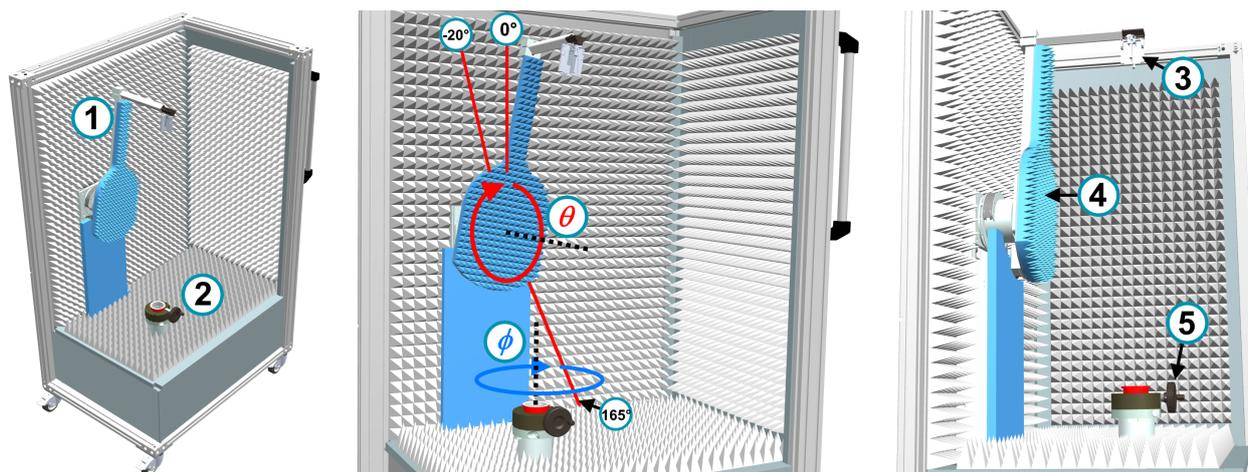

図 4-10: チャンパーの断面図 (ドア、右側壁、および天井は表示されていない)
チャンパー内の 3D ポジショナーは、アンテナ仰角アーム (図 4-10 の 1) とターンテーブル (2) で構成されています。これらの 2 つの軸により、3D チルト-チルトポジショナーの 2 つの自由度が定義されます。第 3 の自由度は、手動で高さを調整できるターンテーブル上の DUT ホルダーに DUT を取り付ける際の高度です。